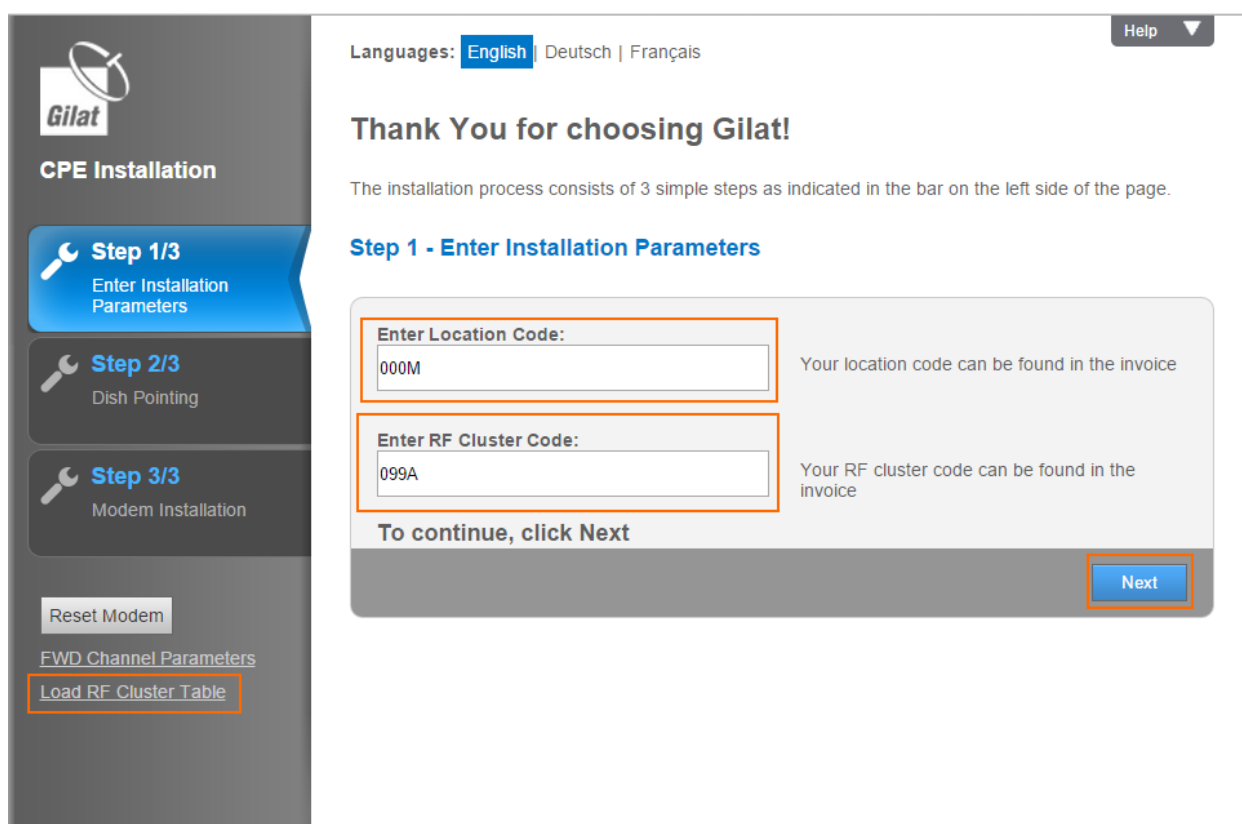

Рисунок 26. Загрузка таблицы RF Cluster Code, введение Location Code и RF Cluster Code
- перед тем как ввести необходимые значения, загрузите таблицу RF Cluster Code с диска в приложении к терминалу (файл с расширением .bin), далее введите Location code и RF Cluster code (значения будут высланы ответным письмом на адрес установки), нажмите Next (см. Рисунок 26).